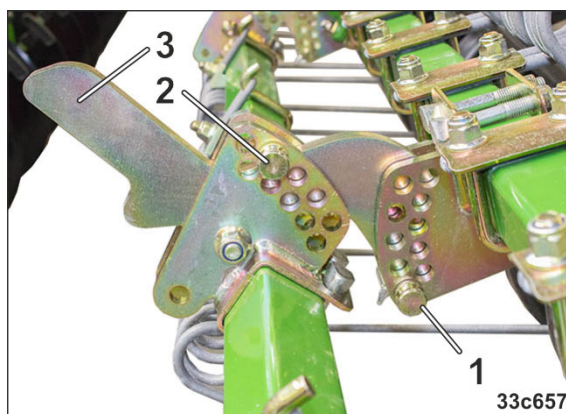

Bild 192
3. Håll fast pinnbalken i dragarmsgreppet (Bild 192/3).
4. Ställ in pinnarnas arbetsdjup genom att fästa dragarmen med bult (Bild 192/1).
6. Du kan ändra harvpinnarnas justeringsvinkel i förhållande till marken genom att sätta i bultarna (Bild 192/2)
Se noga till att sätta in bultarna (Bild 192/2) under dragarmen (Bild 192/3) i justeringssegmentet.
Justeringsvinkeln blir flackare ju djupare du sätter i bultarna (Bild 192/2) i justeringssegmentet.
7. Säkra bulten (Bild 192/2) med låssprint efter ändrad isättning.